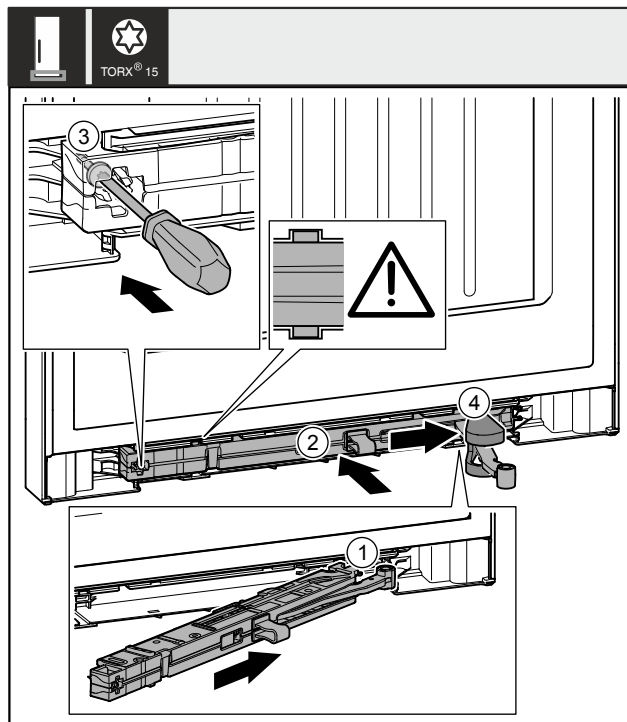

Fig. 49
- ▶ Gurnite jedinicu prigušivača zatvaranja Fig. 49 (1) na stranu podloška ležaja do graničnika koso u izrez.
- ▶ Gurnite jedinicu prigušivača zatvaranja Fig. 49 (2) potpuno u izrez.
- ▶ Odvijačem pritegnite vijak Fig. 49 (3).
- ▶ Gurnite poklopac Fig. 49 (4) preko zgloba.